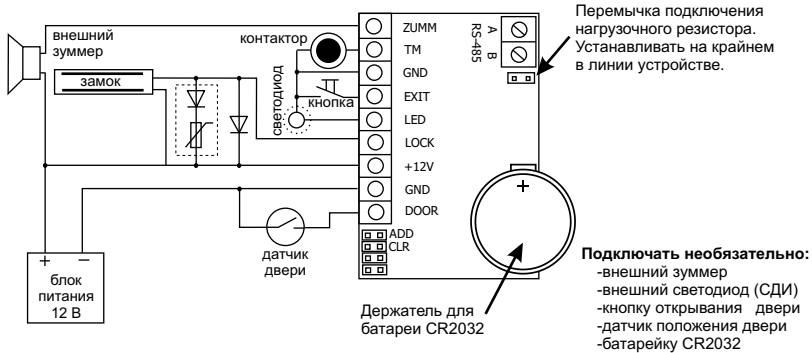

Рис.2 Схема подключения внешних устройств
- на входе - считыватель Matrix-II (мод. E) (или считыватель CP-Z-2 (мод. MF) при скрытой проводке) (см. рис.2, 3);
- Б.** Вход - по картам стандарта EM-Marine, выход - с помощью кнопки открывания замка (см. рис.2, 3):
После этого время срабатывания (открывания) электромагнитного замка может возрасти на 1-3 секунды по сравнению с работающей схемой гашения тока. Если такое увеличение времени неприемлемо, то рекомендуется последовательно с диодом установить варистор на напряжение до 14 вольт и рассеиваемой энергией от 0,7 Дж (рекомендуется V8ZA2P) (см. рис.2).
В случае, если замок электромеханический, установите защитный диод (см. рис.2) и перемычку - в положение 1 (см. рис.6).